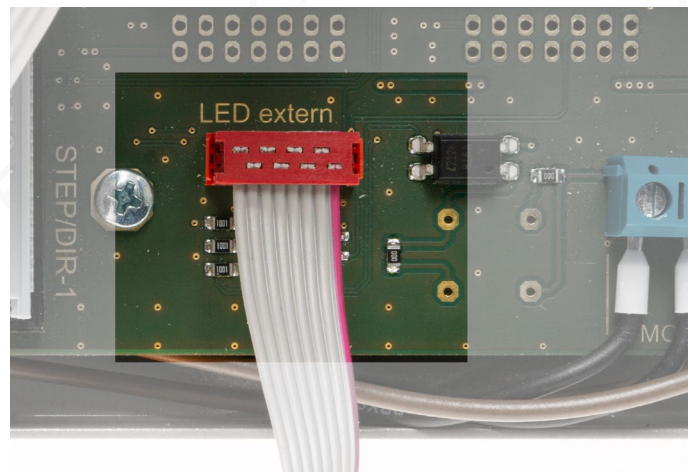

Bild 33: Anschluss auf dem C3 Bob
- Stecken Sie das andere Ende des Verbindungskabels auf die rote Buchse dem C3 Bob, wie in Bild 33 gezeigt.